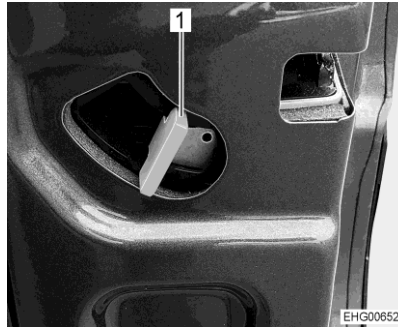

Bild 10 Handtag för att öppna bakdörrarna
- Skjut handtaget (Bild 10,1) uppåt och öppna de bakre dörrarna så långt det går.